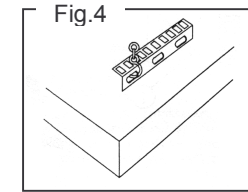

Fig.4
- soit par des chaînettes **Fig.4**.
✓ **MONTAGE PAR CHAINETTES :** (Fig.4)